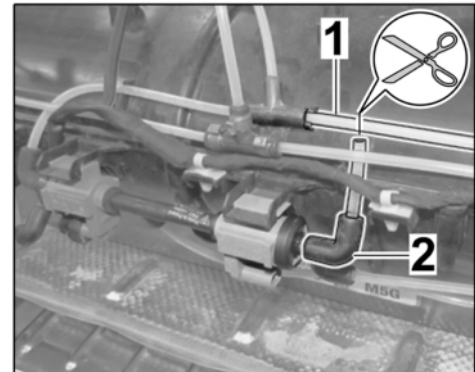

Bild 55
- 10.3.5 Formschlauch $\Rightarrow$ *Bild 55 -2-* auf Unterdruckventil montieren.
Serienmäßige Unterdruckleitung $\Rightarrow$ *Bild 55 -1-* auf Höhe des Kunststoffrohrs (50 mm) durchtrennen.